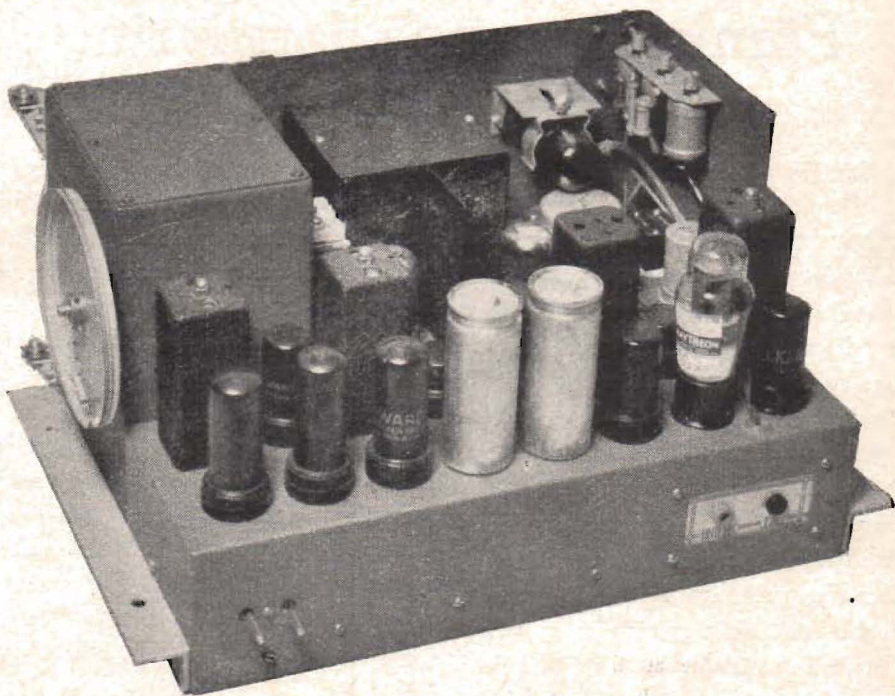

Fig. 11. Fotografi av dubbelsuperheterodynen sedd bakifrån. Rören ytterst till vänster äro motståndsrör.
Ett schema av apparatens andra mellanfrekvens- (9), detektor- (10), högfrekvens- (11), avställningsindikator- (12), amplitudbegränsar- (13) och AFK-detektorsteg (14) återges i fig. 8. Vidare visas i fig. 11 dubbelsuperheterodynen sedd bakifrån. Mellanfrekvenstransformatorn KR6 på andra blandarstegets anodside samt transformatorn